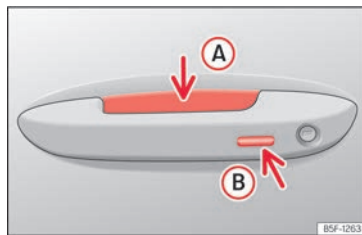

Abb. 74 Türgriff: Sensorflächen.
- Berühren Sie die Sensorfläche auf der Innenseite des Türgriffs **» (Abb. 74) A**. Alle Blinker des Fahrzeugs blinken **zweimal.**
- Berühren Sie die auf der Außenseite des Türgriffs befindliche Sensorfläche **» (Abb. 74) B**. Alle Blinker leuchten einmal auf.
- Berühren Sie innerhalb von 5 Sekunden einmal die auf der Außenseite des Türgriffs befindliche Sensorfläche >>> **(Abb. 74)** . Ergreifen
Um mit der **Komfortfunktion** alle elektrischen Seitenfenster und das Glasdach zu schließen, lassen Sie einen Finger einige Sekunden auf der Sensorfläche für Verriegelung >>> (Abb. 74)  am Türgriff, bis die Seitenfenster und das Dach geschlossen sind.